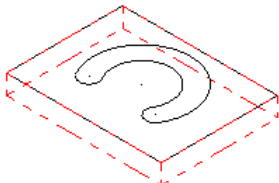

图 9.3.3 显示工件
Step3. 设置工件的尺寸。在“机器群组属性”对话框中单击 **边界盒 (B)** 按钮，系统弹出“边界盒选项”对话框，接受系统默认的设置，单击 **✓** 按钮，返回至“机器群组属性”对话框。
Step5. 单击“机器群组属性”对话框中的 **✓** 按钮，完成工件的设置。此时零件如图 9.3.3 所示，从图中可以观察到零件的边缘多了红色的双点画线，双点画线围成的图形即为工件。